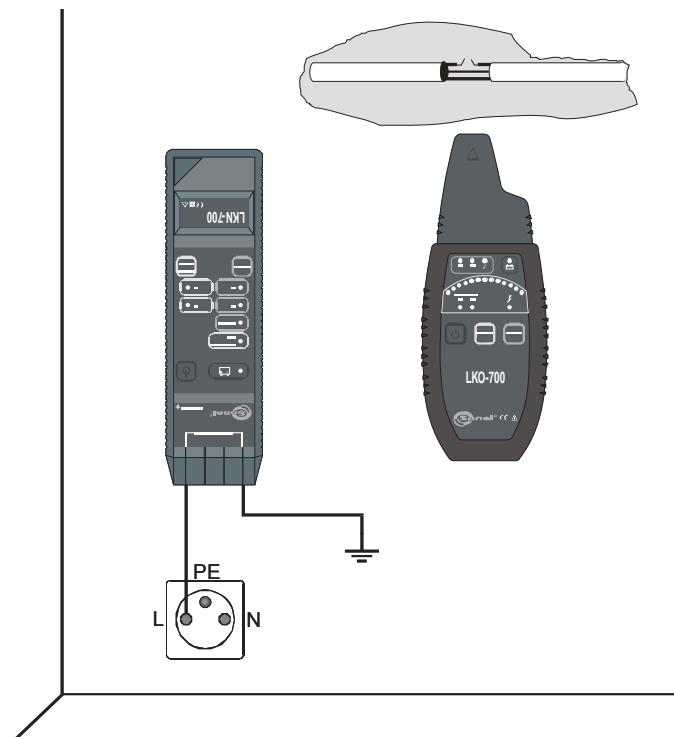

Рис.8 Поиск проводов и обрывов в проводах
- Второй разъем подключить к проводу фазы в розетке, выключателей и т.п. (Рис.8);